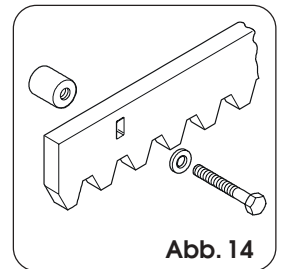

Abb. 14
4.4.2. ZAHNSTANGE AUS STAHL ZUM ANSCHRAUBEN (Abb. 14)